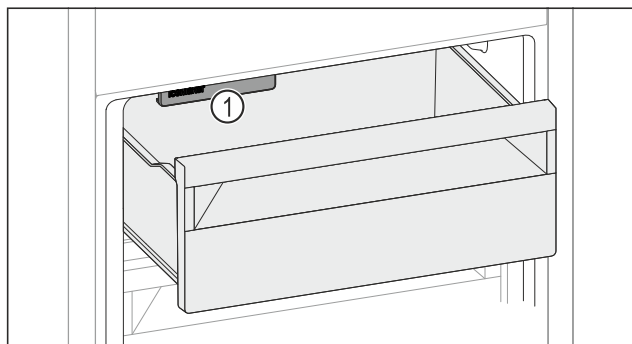

Fig. 131
- Слідкувати за функцією IceMaker Fig. 131 (1).